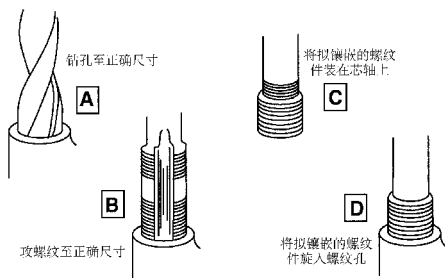

图 5-24 螺纹的修理
18. 部件专家 A 说如图 5-24 所示的程序用来修理损坏的内螺纹。部件专家 B 说如图中正在安装的镶嵌件有许多不同的尺寸规格。谁是正确的？